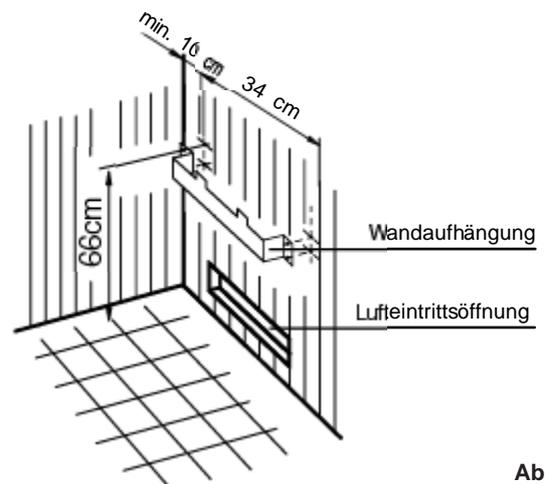

Abb. 20
1. Wandhalterung gemäß Abb.20 + 21 mittig über Luft-eintrittsöffnung mit den beigelegten Spanplatten-schrauben an der Kabinenwand festschrauben. Hierbei beachten, dass der seitliche Abstand zwischen Saunaeisgerät und Kabinenwand mindestens 7 cm betragen muss.